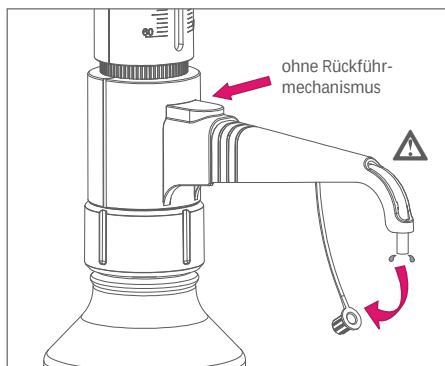

Abb.7
2. Halten Sie den Auslauf und öffnen Sie vorsichtig die Düsenkappe. (Abb. 7)